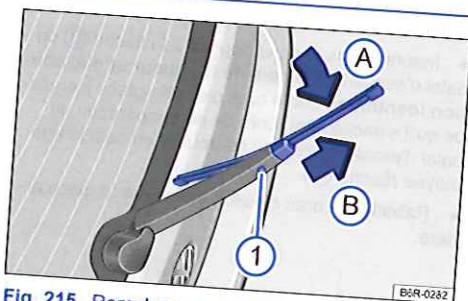

Fig. 215 Remplacement du balai d'essuie-glace arrière.
- Maintenez enfoncée la touche de déverrouillage ⇒ fig. 215 ①.
- Basculez le balai d'essuie-glace en direction du bras d'essuie-glace ⇒ fig. 215 (flèche ①) et retirez-le en même temps dans le sens de la flèche ②. Il se peut que vous deviez exercer pour cela une force relativement importante.
- Insérez dans le sens opposé à la flèche ② un balai d'essuie-glace neuf de longueur et d'exécution identiques sur le bras d'essuie-glace jusqu'à ce qu'il s'encliquette. Lors de cette opération, le balai d'essuie-glace doit se trouver en position déployée (flèche ③).